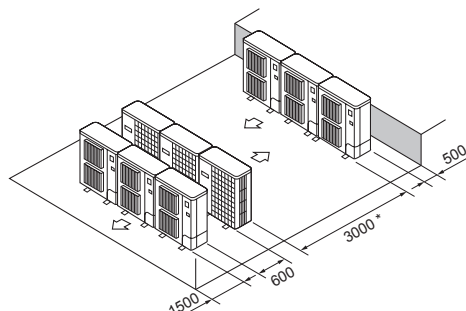

Fig. 2-18
- ⑥ Flere parallelle enheder arrangement (Fig. 2-18)